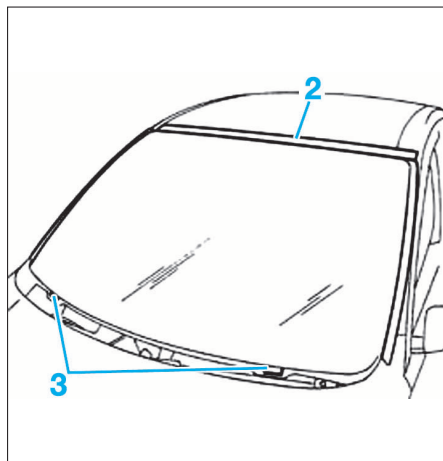

FIG. 114
- Abaisser les tampons (3) (Fig.114) au maximum.